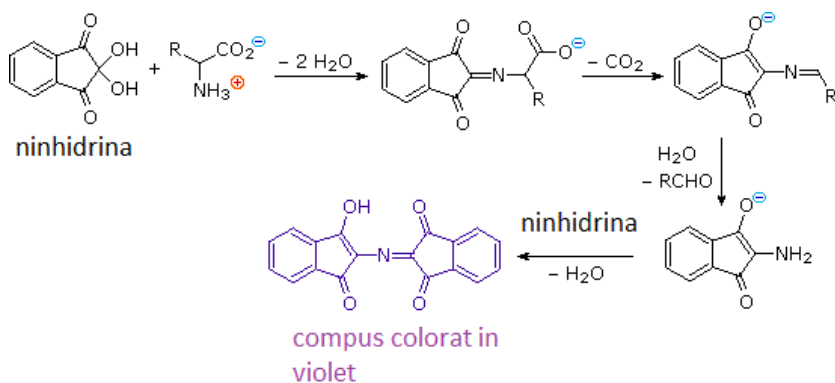

Fig. 9. Reacția generală a ninhidrinei cu aminoacizii
-Reacția generală a ninhidrinei cu aminoacizii este prezentată în fig. 9.